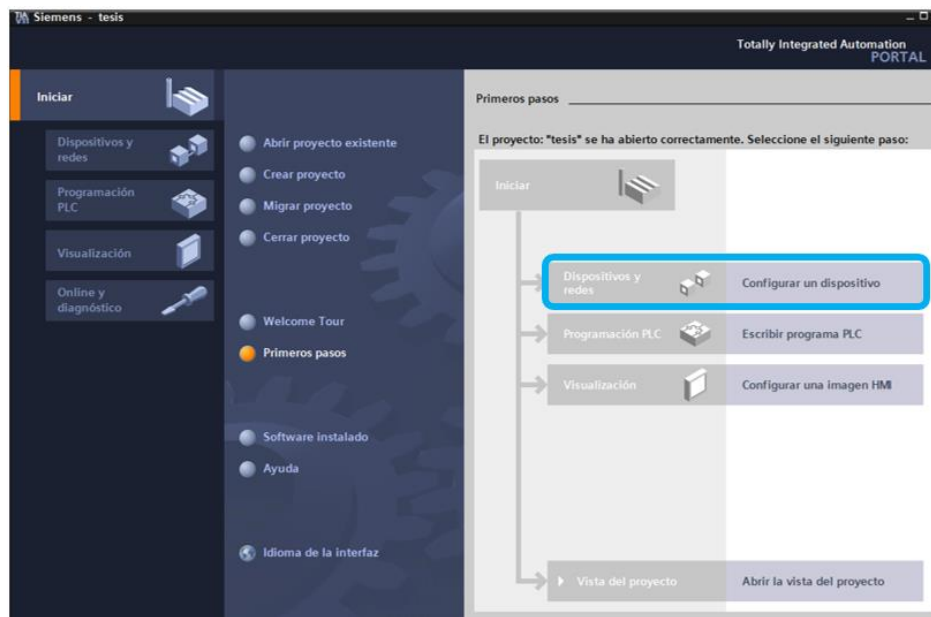

Figura 2.27: Ventana de configuración de dispositivos.
3. Una vez creado el proyecto se tiene que configurar el dispositivo como se indica en la figura 2.27, dar clic en Configurar un dispositivo